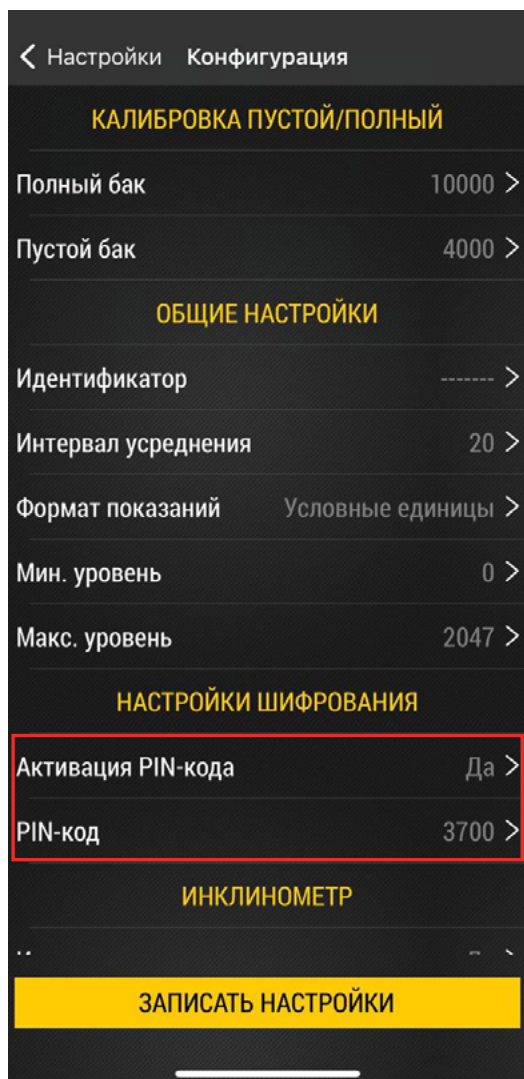

Рис.27. Меню «Конфигурация».
- В меню «Конфигурация» выберите «Активация PIN-кода» (**Рис.27**). Откроется меню активации PIN-кода.
- В меню «Конфигурация» выберите «PIN-код» (**Рис.27**). Откроется меню ввода PIN-кода.